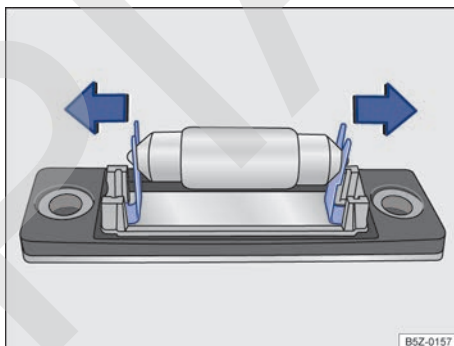

Fig. 181 Luz de la placa de licencia: remover la lámpara.
5. Retirar cuidadosamente la lámpara presionado en las trabas → fig. 181 en el sentido de las flechas.